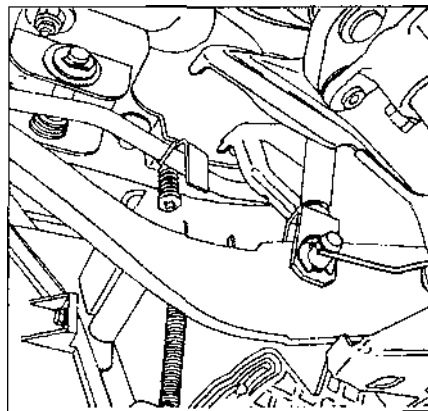

Рис. 7.12.
- освободить конец возвратной пружины, а затем снять стопорную шайбу и палец в месте соединения толкателя усилителя с педалью тормоза (рис. 7.12);